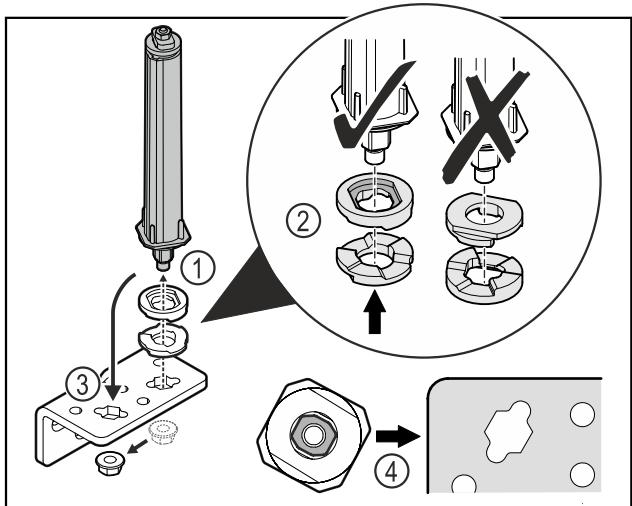

Fig. 37
- Atskrūvējiet uzgriezni un noņemiet durvju slēgšanas sistēmu Fig. 37 (1).
- Ievērojiet augstuma regulēšanas paplākšņu pareizo izvietojumu Fig. 37 (2).
- Pārlieciet durvju slēgšanas sistēmu lokāmajā kronšteinā un nofiksējiet ar uzgriezni Fig. 37 (3).
- Ievērojiet durvju slēgšanas sistēmas pareizo izvietojumu ievietošanas laikā Fig. 37 (4).